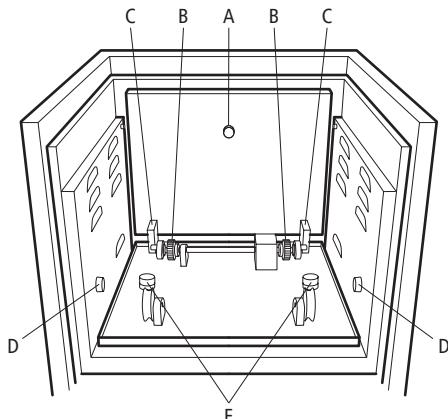

Figura 4: Componentes de transmisión de la incubadora INC-200D-H
- 5.4 Sitúe el soporte en una incubadora en el mecanismo de rotación, y asegúrese de que las bandas estriadas en cada lado del soporte se sitúan sobre los dientes de acero del mecanismo de rotación en la parte trasera de la incubadora (B en la figura 4). Los bordes de plástico del soporte se colocan en las pequeñas ruedas situadas en el suelo de la incubadora. Cierre la puerta de la incubadora.
- 6.2 Levante la plataforma por el asa (A en la figura 4) desde su posición de almacenamiento, deslícela hacia delante y colóquela en el mecanismo basculante situando los pasadores laterales de la plataforma en los retenes (D) situados en las paredes laterales de la cámara de la incubadora. Esta acción asienta los bloques de nylon (C) en la parte inferior de la plataforma sobre los pasadores (E) que sobresalen del mecanismo basculante en la parte posterior de la incubadora.